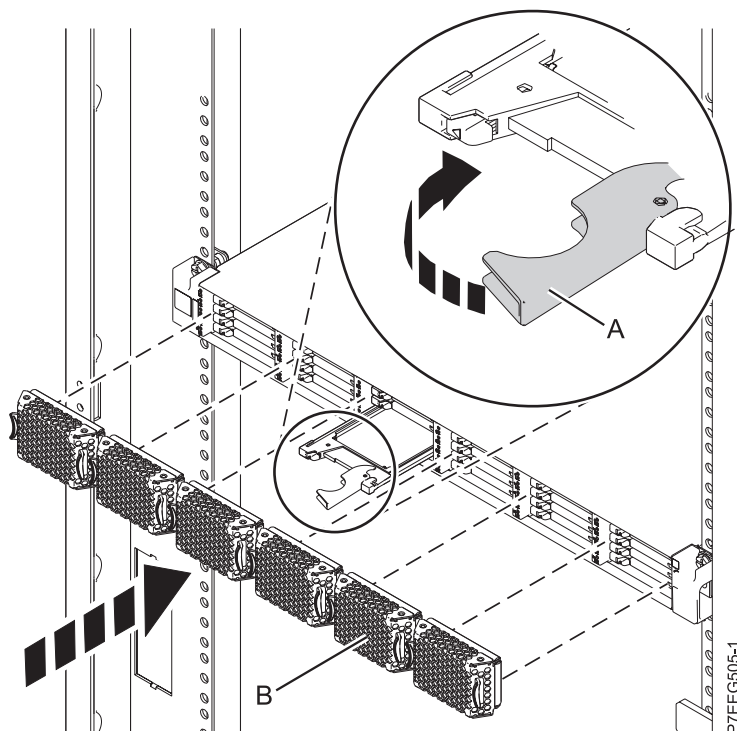

Figure 10. Installation d'une unité SSD dans le boîtier de stockage PCIe 58/88
1. Avec la poignée en position déverrouillée, alignez l'unité SSD avec les rails de guidage dans le boîtier. Voir figure 10, à la page 20.
3. Tournez la poignée de verrouillage (A) pour la mettre en position verrouillée, comme indiqué à la figure 10.
4. Installez le panneau (B).